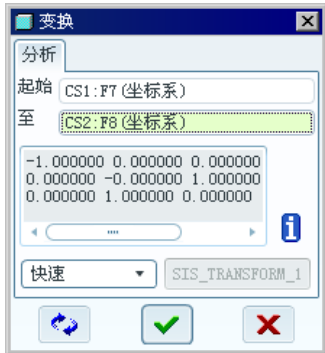
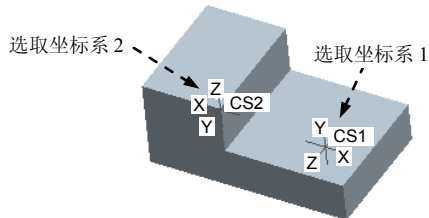

图 8.1.26 “转换”对话框
图 8.1.27 计算两坐标系间的转化值
Step2. 选择下拉菜单 分析(A) → 测量(M) → 变换(T) 命令。
Step3. 在弹出的“转换”对话框中打开[分析]选项卡，如图 8.1.26 所示。
- (1) 在工具栏中按下“坐标系开/关”按钮，显示坐标系。
- (2) 依次选取图 8.1.27 所示的坐标系 1 和坐标系 2。
- (3) 在图 8.1.26 所示的[分析]选项卡的结果区域中，可查看测量的结果。